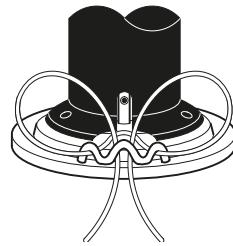

Рис. 11
5. Затем соединить концы корда и пропустить их через центральную петлю держателя (Рис. 11).